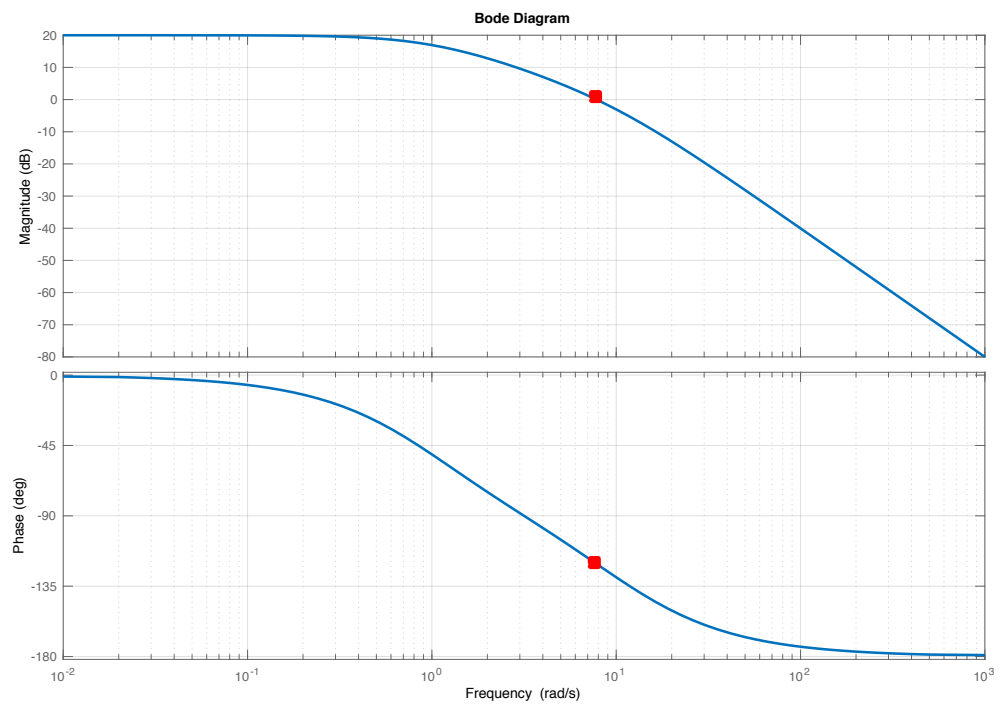

Figura 3. Questão 5
5) (Peso 2) Na figura 3 é mostrado o gráfico de Bode de $G(s)$. Projete um controlador atraso de fase tal que o erro ao degrau seja $\leq 1\%$ com $MF \geq 45^\circ$.